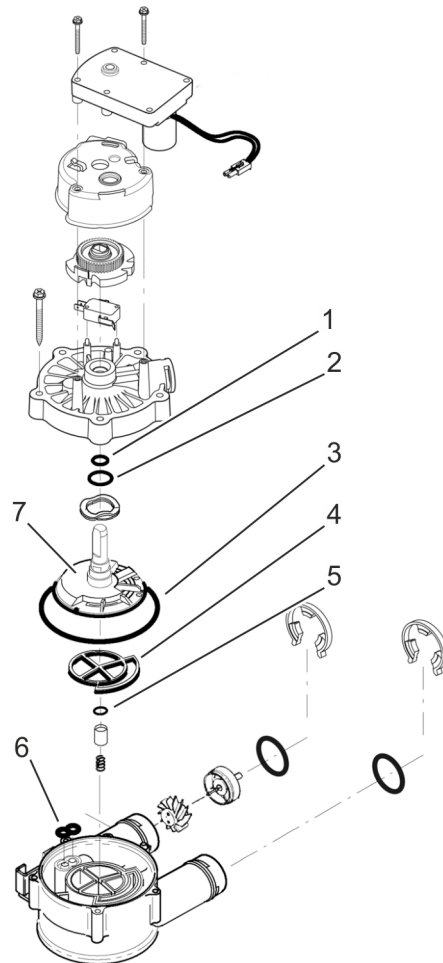

Abb. 58: Ventilbaugruppe
2. ➤ Ventilbaugruppe gemäß Abb. 58 demonstrieren.
4. ➤ Rotor (Abb. 58/7) prüfen und bei Beschädigung austauschen (☞ „Ersatzteile“ auf Seite 44).
5. ➤ Dichtungen (Abb. 58/1–6) prüfen und bei Beschädigung austauschen (☞ „Ersatzteile“ auf Seite 44).
6. ➤ Gereinigte Bauteile gemäß Abb. 58 montieren.